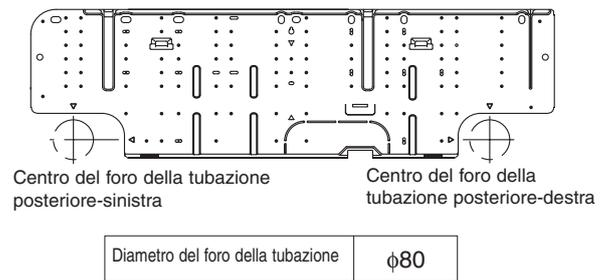
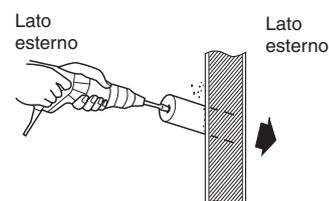

Fig. 3-15
Fig. 3-16
- (1) Rimuovere il pannello posteriore dall'unità interna e collocarlo sulla parete nella posizione selezionata. Fissare il pannello posteriore e collegare temporaneamente l'unità. Accertarsi che l'unità sia in posizione orizzontale usando una livella da carpentiere o un metro a nastro per misurare la distanza dal soffitto.
- (2) Determinare quale tacca del pannello posteriore vada usata. (Fig. 3-15)
- (3) Prima di praticare un foro, verificare che non vi siano perni o tubi alle spalle della posizione selezionata. Le precauzioni ricordate sono applicabili anche se la tubazione deve attraversare la parete in qualsiasi altra posizione.
- (4) Usando un seghetto portatile, un gattuccio o un accessorio per trapano, praticare un foro (diametro di 80 mm) nella parete. (Fig. 3-16).